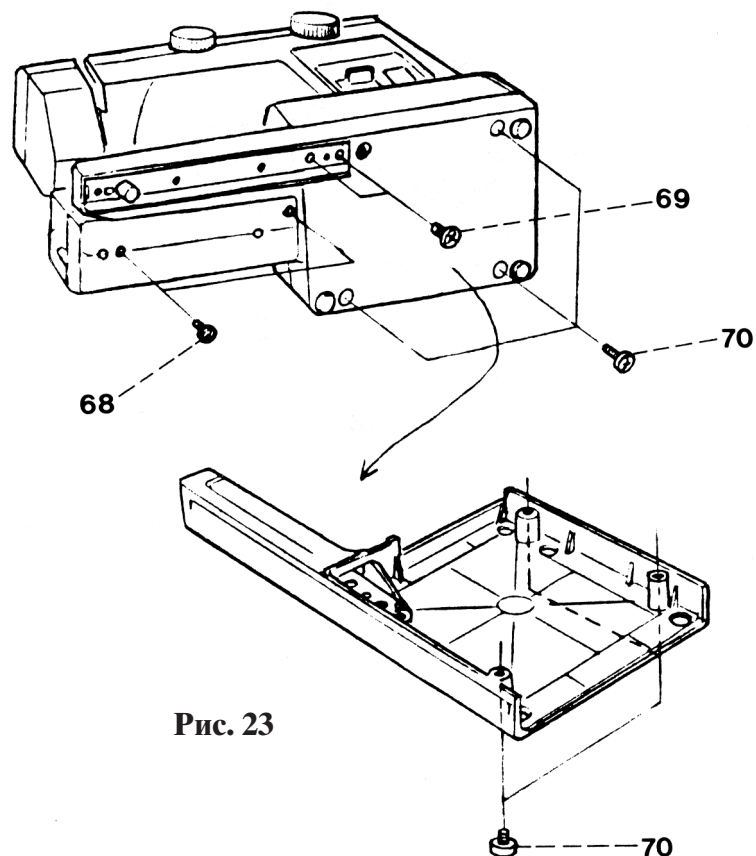

Рис. 23
- Машину положить на стол набок (рис. 23).
- Машину положить набок на стол (рис. 23).